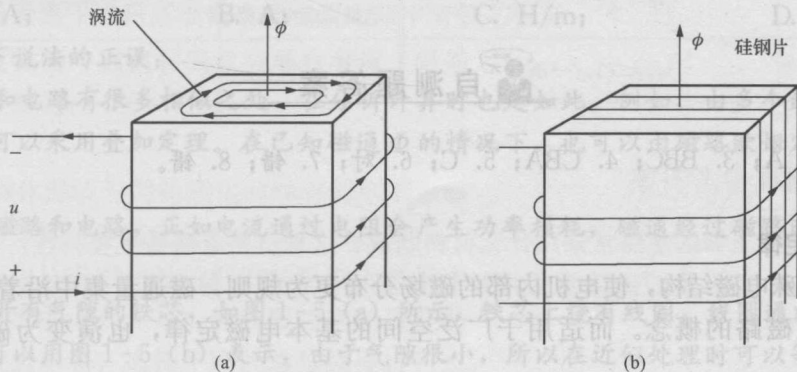

图 1-4
铁芯损耗 (简称铁耗) 包括涡流损耗 p_e 和磁滞损耗 p_h 。涡流损耗的电磁原理如图 1-4 (a) 所示, 磁滞损耗由磁畴模型解释。
(1) 针对磁滞损耗选择合适的铁磁材料, 例如硅钢。
(2) 针对涡流损耗选择叠片方式的铁芯构成形式, 如图 1-4 (b) 所示。